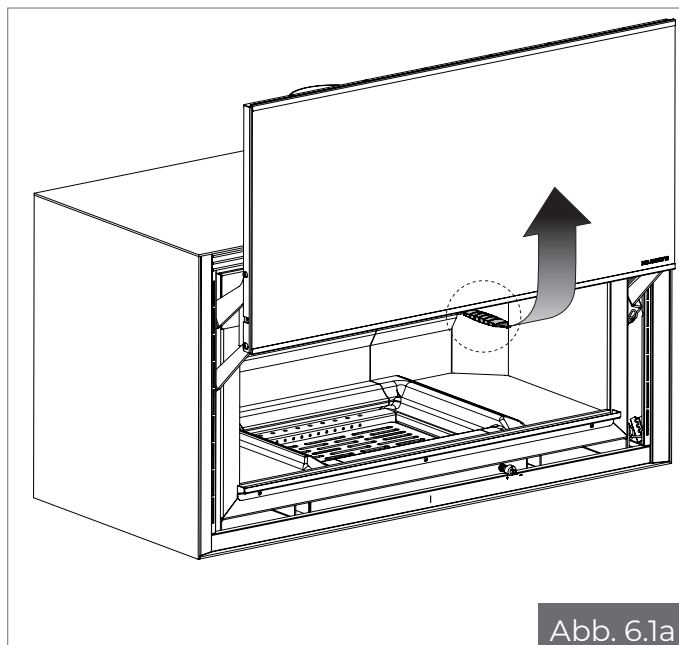

Abb. 6.1a
- **IKI 16:9/IKI 16:9 TF und IKI Square:** Stecken Sie den mitgelieferten Schlüssel in den zentralen Öffnungshaken (Abb. 6.1a) und ziehen Sie ihn zu sich selbst. Achtung: Ein Federsystem hebt die Tür automatisch an.